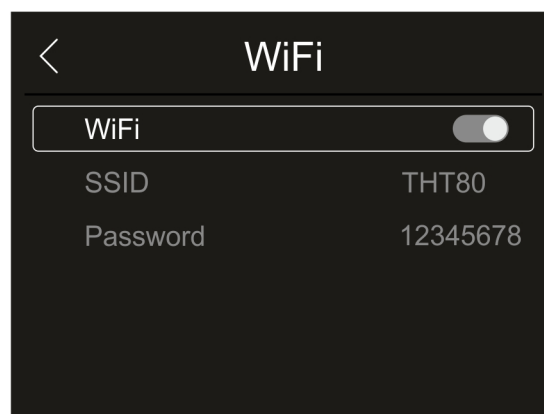

Fig. 17: Attivazione collegamento WiFi
1. Toccare la voce “WiFi” per entrare nella sezione di attivazione/disattivazione e personalizzazione del collegamento WiFi sullo strumento. Le videata di Fig. 17 – parte destra è mostrata a display.